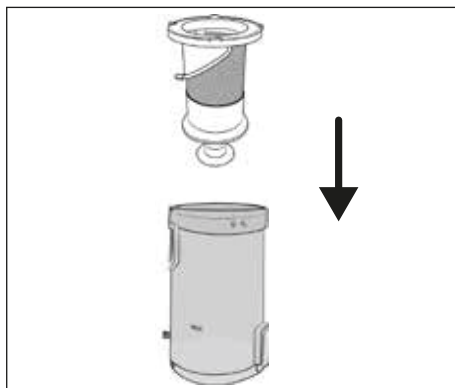

Abb. 21
- 6) Setzen Sie den Edelstahlfilter **6** in den Staubbehälter **7** ein und drücken Sie ihn ganz nach unten (siehe Abb. 21). Achten Sie dabei auf die unterschiedlich großen Arretierungen am Edelstahlfilter **6**. Der Edelstahlfilter **6** kann durch diese Arretierungen nur in einer Position in den Staubbehälter **7** eingesetzt werden.